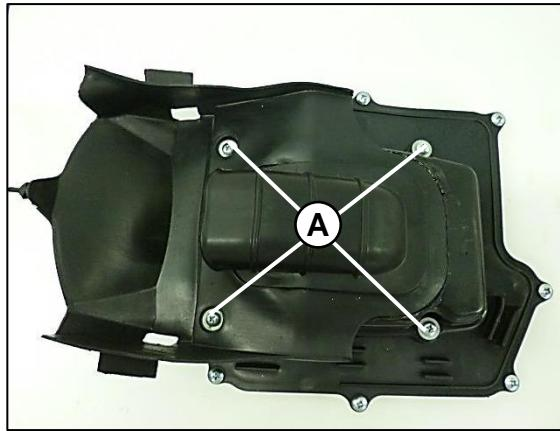

Fig. 06
Desensamble los cuatro tornillos de la parte superior de la caja filtro (A). **Fig. 06**